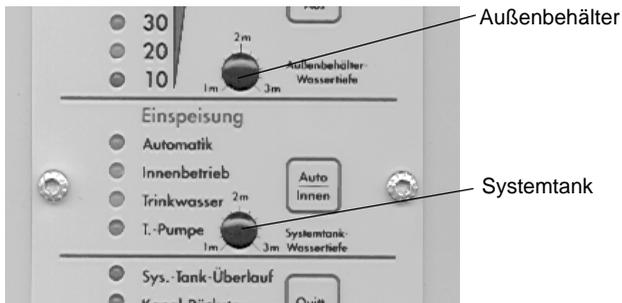

Bild 9
- An den Kalibrierschrauben des Kontrollelements, die Tiefe des Systemtanks HST und des Außenbehälters (z.B. Zisterne/ Erdtank) einstellen, siehe Bild 9.